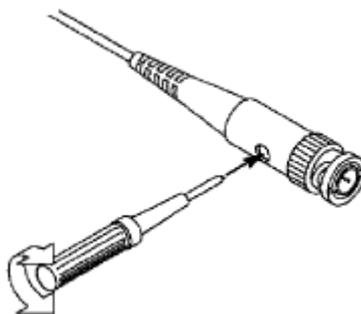

图 3-7: 探头调整
2、 检查所显示的波形，调节探头，直到补偿正确。见图 3-6，图 3-7。